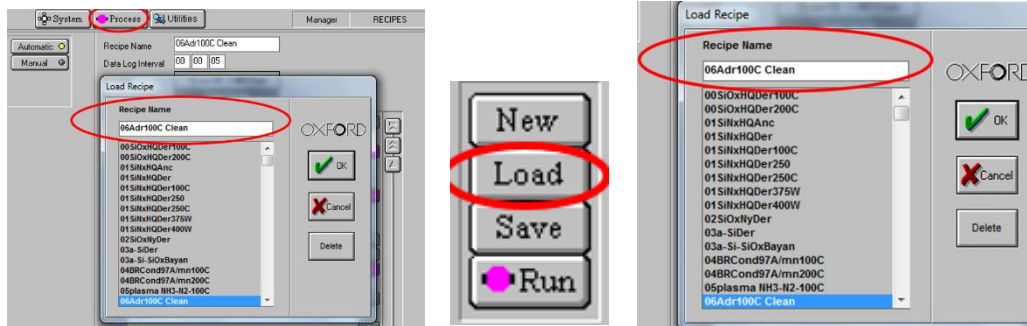

Figure 19 : Page RECIPES
16) Lorsque le vide primaire est inférieur à $5 \cdot 10^{-2}$ torr (information dans « Pirani ») activer le mode « **Process** » pour charger une recette (Figure 19).
17) Activer « **Load** » (Figure 19), pour faire apparaître la fenêtre « Load Recipe ».
18) Sélectionner la recette dans la fenêtre « Load Recipe » et dans « Recipe Name » puis activer « **Ok** » (Figure 19); pour cela :
- Vérifier les étapes écrites dans la recette en cliquant sur chacune d'elles (Figure 19).